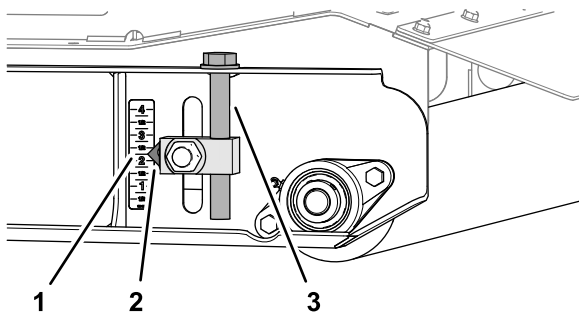

Bild 77
5. Heben Sie die linke und rechte Schnitthöhenverstellung an der hinteren Rolle auf die 2 1/4" Markierung auf dem Aufkleber an (Bild 77).